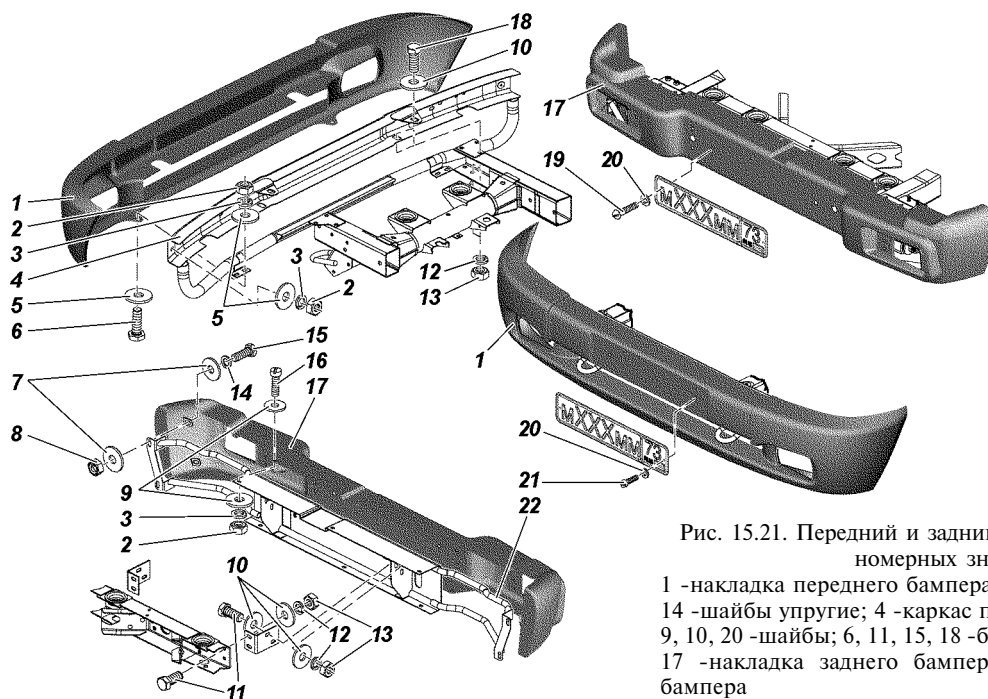

Рис. 15.21. Передний и задний бамперы, крепление номерных знаков:
Передний бампер представляет из себя металлический каркас 4 (рис. 15.21) с установленной на нем пластмассовой накладкой 1.
Задний бампер представляет из себя металлический каркас 22 (см. рис. 15.21) с установленной на нем пластмассовой накладкой 17.
1. Отверните четыре болта 11 (см. рис. 15.21) с гайками 13 крепления заднего бампера к кронштейнам рамы.